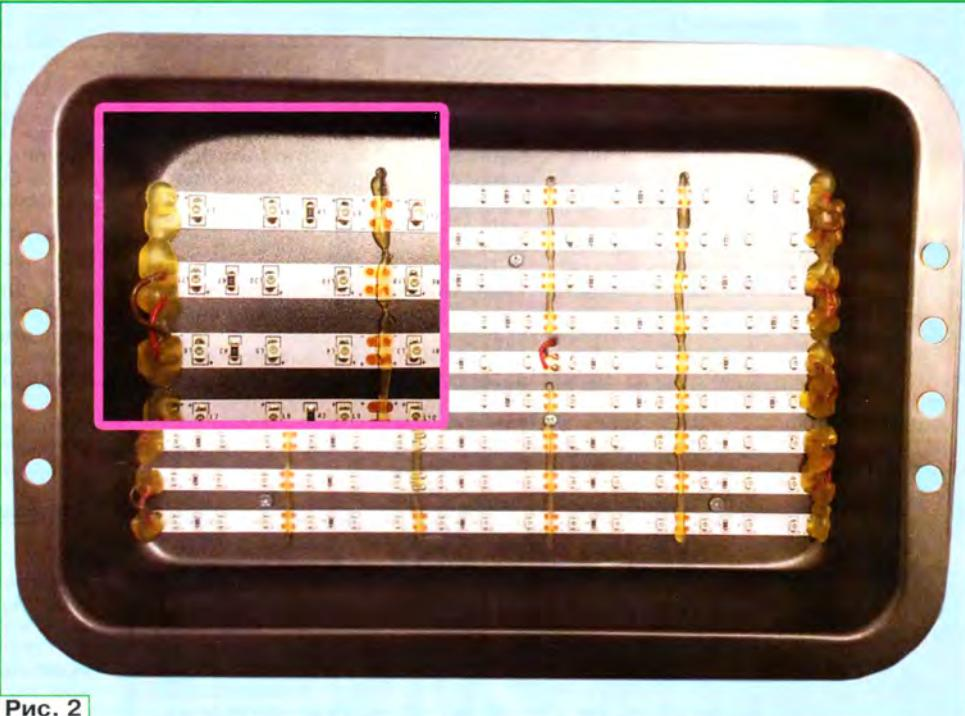
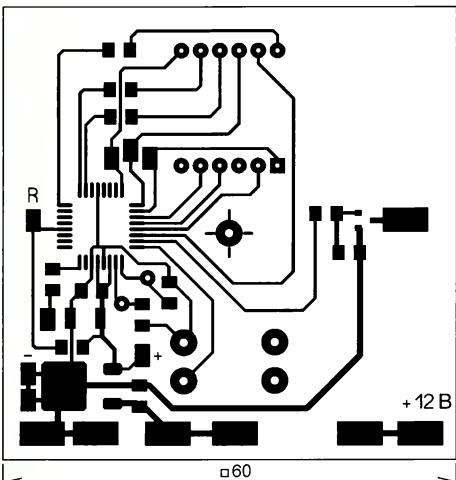
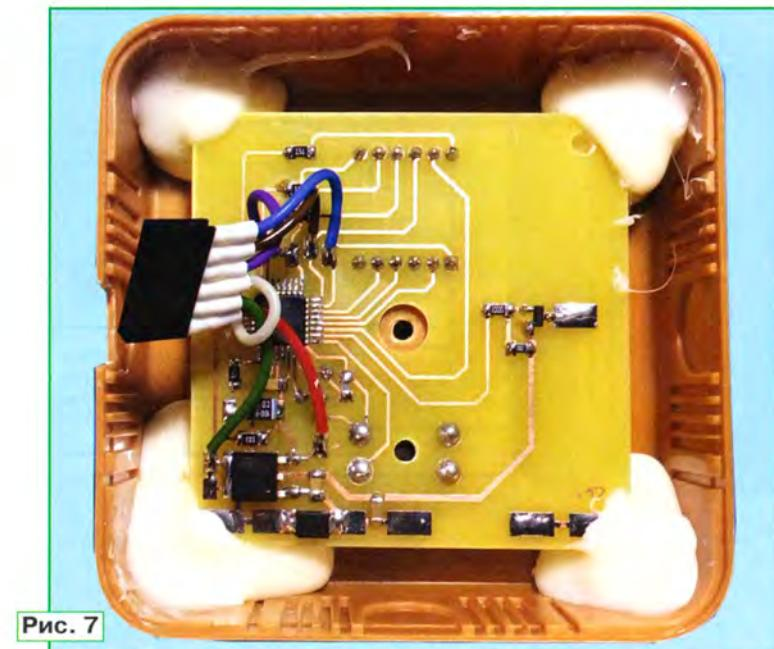

Рис. 2
Рис. 5
Рис. 7
Последовательность выполнения операций иллюстрируют рис. 2—рис. 7.
ет этикетку (см. рис. 2, д). При использовании открытого огня пламя не должно касаться трубы. В случае использования зажигалки следует быть осторожным и выполнять требования пожарной безопасности.
6. Маркировка готова (см. рис. 2, е и **рис. 7**).
можно приобрести в хозяйственном магазине, предварительно соединив отрезки светодиодной ленты параллельно — плюс к плюсу, минус к минусу, получится ультрафиолетовый светильник (рис. 2).
В качестве корпуса для таймера выбрана распределительная коробка размерами 80×80 мм. Под такой корпус разработана печатная плата и внесены окончательные изменения в устройство. Чертёж печатной платы таймера на микроконтроллере показан на рис. 5, а расположение элементов — на рис. 6. На стороне печатной платы, противоположной токопроводящим дорожкам, размещены индикатор HG1, кнопка SB1 и кварцевый резонатор ZQ1. Собранный платы (без установленной плавкой вставки) приведена на рис. 7.